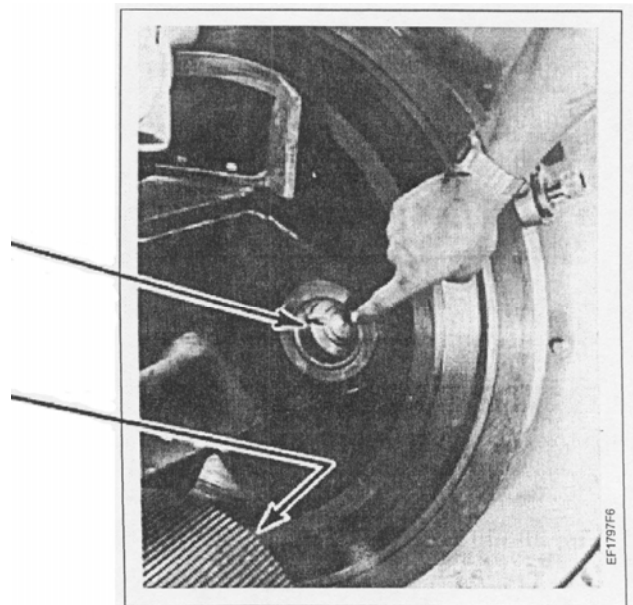

图5.6
3. 检查压辊轴铜套是否磨损。擦干净这一区域。此处任何灰尘将会进入压辊轴承，引起失效。(见图 5.6)